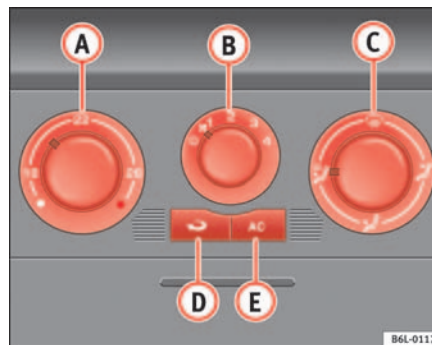

Abb. 94 In der Instrumententafel: Bedienelemente Klimaanlage
- Schalten Sie die Kühlanlage mit der Taste ⇒ Abb. 94  aus (die Kontrollleuchte in der Taste erlischt).
Im Umluftbetrieb  $\Rightarrow$  Seite 128, Abb. 94  (in der Taste leuchtet eine Kontrollleuchte) wird verhindert, dass starke Umweltgerüche in das Fahrzeuginnere gelangen können, die beispielsweise beim Durchfahren eines Tunnels oder in einem Stau auftreten.